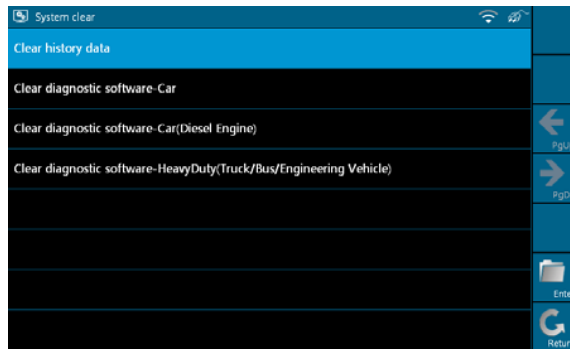

Рис. 2-24
Нажать кнопку [Diagnostic] (Диагностика), чтобы войти в режим, см. рис. 2-24.
1. На рис. 2-24 выбрать [Clear history data] (**Удалить перечень файлов**) и нажать кнопку [Enter] (**Ввод**), чтобы войти в режим рис. 2-25. Выбрать пункт, который требуется удалить и нажать кнопку [Clear] (**Удалить**).
- На рис. 2-24 выбрать меню [Clear diagnosis software-Car] (**Удалить диагностическое программное обеспечение для автомобиля**) и нажать кнопку [Enter] (**Ввод**). Выбрать модель автомобиля, которую требуется удалить, как показано на рис. 2-27, и нажать кнопку [Fast Clean] (**Быстрое удаление**).